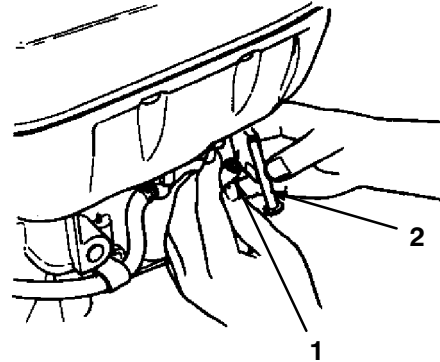

Bild 24
6. Entfernen Sie den Kraftstoffschlauch am Kraftstofftank durch Lockern der Schlauchschelle (Bild 24).
7. Entfernen Sie den Kraftstofffilter vom Kraftstofftank (Bild 24).